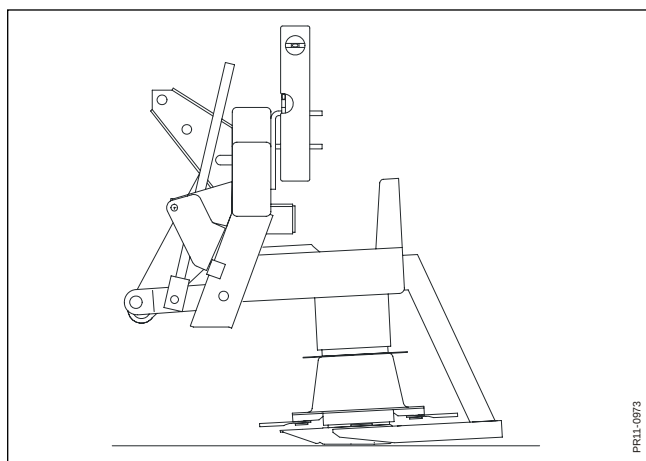

Fig. 3-9
- Fig. 3-9** Maskinen är från fabrik konstruerad att slå med kortast möjliga stubb, när bärramen hänger helt lodrät med maskinen i arbetsläge.